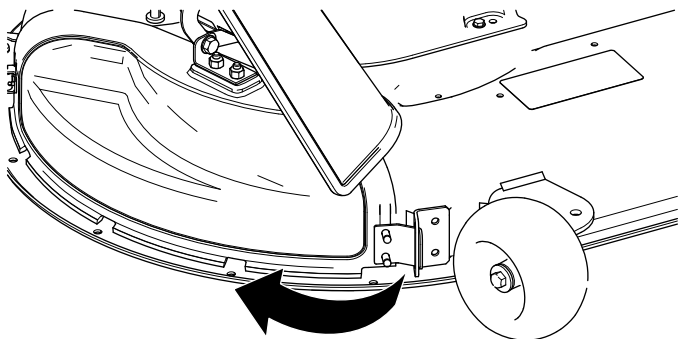

Figuur 13
3. Buig het metalen lipje van de afvoerafluitter in de sleuf in de beugel die is gelast aan het maaidek (Figuur 13).